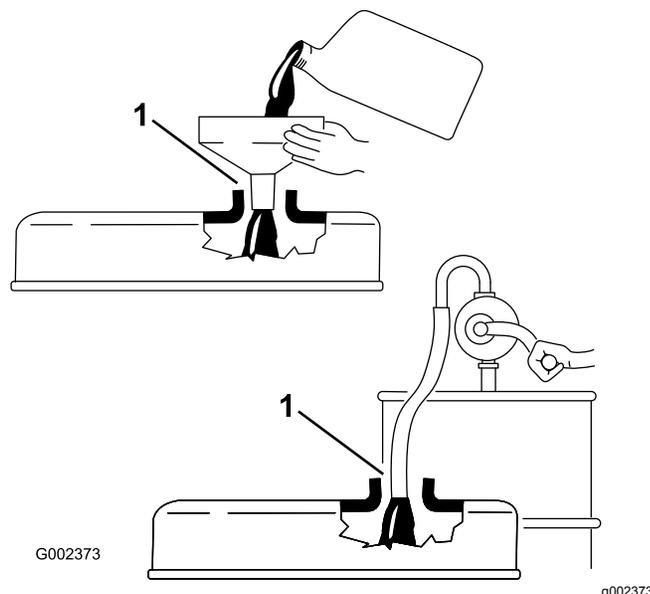

図 27
**重要** エンジンオイルを補給するときには、ディップスティックを抜いておいてください。エンジンオイルを補給する時には、補給口とジョウゴなどの間に **必ず** 図 27 に示すようなすき間が必要です。